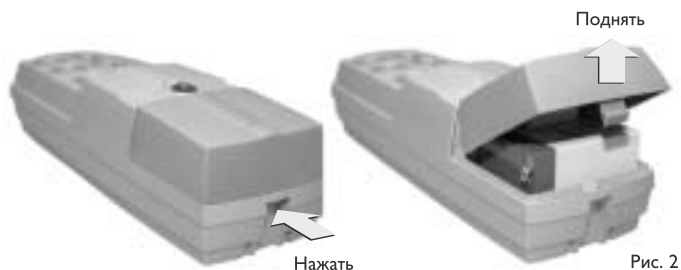

Рис. 2
- снимите крышку отсека аккумуляторной батареи, нажав на защелку и подняв ее вверх, как показано на рис. 2 стр. 10;
Нажмите на защелку крышки отсека аккумуляторной батареи (см. рис. 2). Поднимите вверх крышку и снимите её.